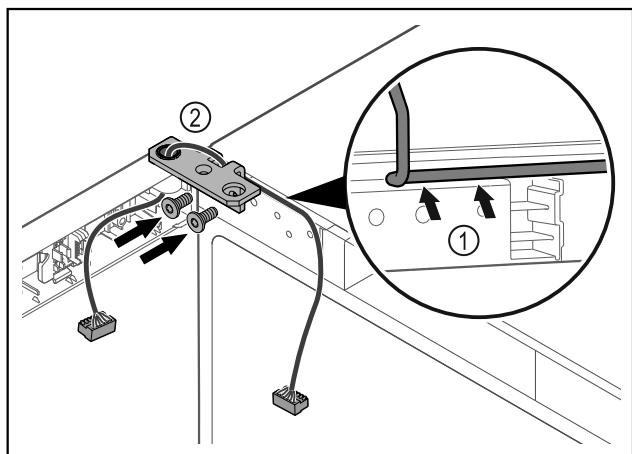

Fig. 44
- ▶ Provedite kabel kroz izrez na kutnoj šarci i oprežno ga položite Fig. 44 [1].
- ▶ Navrnite kutne šarke Fig. 44 [2].